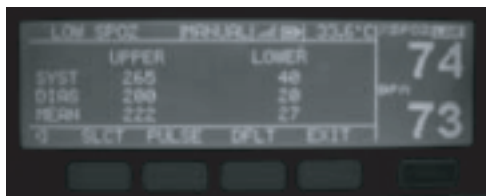

Figura 10: Configurando os Limites de Alarme para NIBP
- **Pressione** seguido de para visualizar os limites superiores e inferiores da Sistólica, Diastólica e Média. Veja Figura 10.